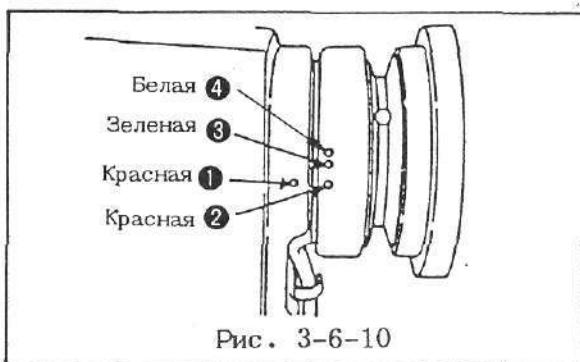

Рис. 3-6-10
Опрокинув головку машины, повернуть маховик для приведения нитепрятгивателя в позицию прямо перед верхней мертвоточной. Затем, нажать зажим нижней нитки (1 на рис. 3-6-8) вправо пальцем, тогда ролик будет проскользывать и зацепиться за кулачок обрезки ниток. Поддерживая это состояние, повернуть маховик в обратном направлении вращению машины до отказа. Если маркировочная точка (1 на рис. 3-6-10) выравнится с маркировочной точкой (2 на рис. 3-6-10), гравированной на маховике, то синхронизация кулачка обрезки для хлопчатобумажной и синтетической ниток считается нормальной.
Сначала, ослабив два установочных винта кулачка обрезки ниток №1 и №2 по порядку, выравнить маркировочную точку на рукаве машины с маркировочной точкой на маховике (красная (1) с красной (2) на рис. 3-6-10).
- (1) Шить один или два стежка в начале шитья с использованием функции мягкого пуска (800 стежков/мин).
- (2) Выполнить регулировку так, чтобы маркировочная точка (1) на рис. 3-6-10) на рукаве машины приблизилась к зеленой маркировочной точке (3) на рис. 3-6-10) на маховике.
\* Если синхронизация обрезки ниток задерживается на 5 градусов и более (когда маркировочная точка на рукаве машины выравнивается с зеленой точкой на маховике, синхронизация обрезки ниток задерживается на 10 градусов), машина может не завершить обрезку ниток при останове в стандартной позиции с приподнятой иглой (маркировочная точка на рукаве машины выравнивается с белой точкой (4) на маховике, как показано на рис. 3-6-10). Следовательно, нужно запоздать с синхронизацией обрезки ниток от позиции для стандартной синхронизации обрезки ниток на расстояние, равное двухкратному или трехкратному размеру точки, а затем убедиться в том, что машина может завершить обрезку ниток при останове с приподнятой вверх иглой. (См. рис. 3-6-11.)